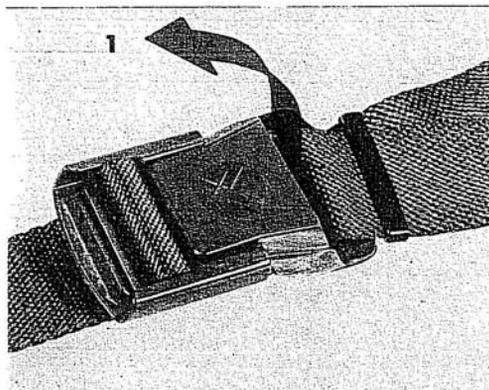

Fig. 10 - Ceinture de sécurité
**Ouverture** : faire basculer le levier 1 (v. fig. 10).